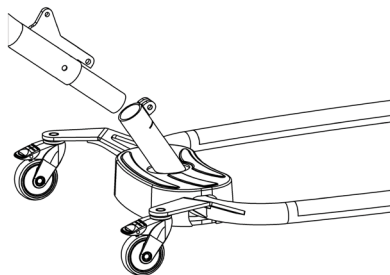
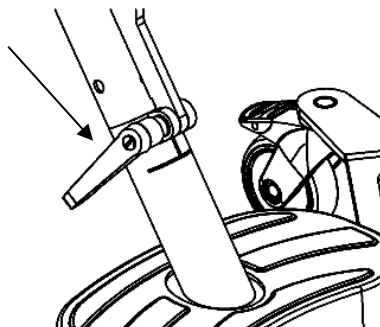

Fig. 1.6B
Fig. 1.6C
2. Monte o mastro/braço de elevação na base (Fig. 1.6B) e aperte o parafuso manual (Fig. 1.6C).